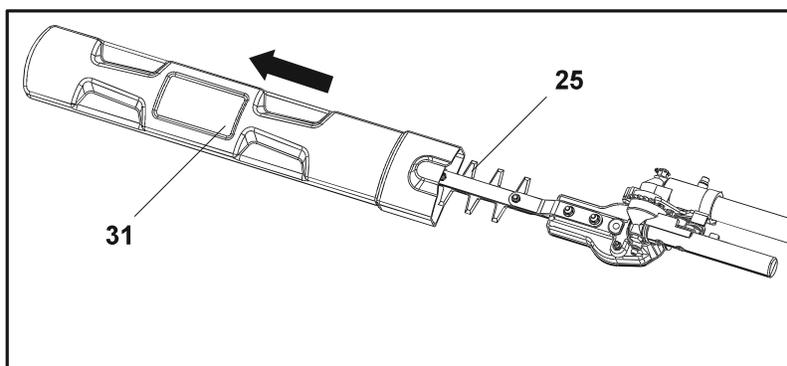

Fig. 6
1. Retire a cobertura da lâmina do aparador de sebes (31) da lâmina do aparador de sebes (25) antes de utilizar (Fig. 6).
2. Guarde a cobertura da lâmina do aparador de sebes (31) em segurança.